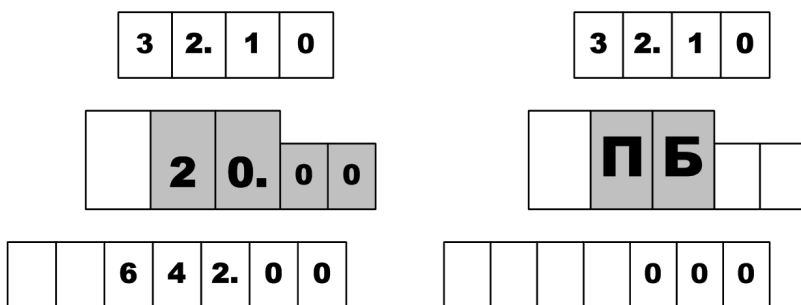

Рисунок 5
9.2 Для выдачи топлива необходимо задать дозу с системы управления. Когда устройство будет готово к отпуску топлива, в средней строке табло мигающими символами отобразится величина *заданной* дозы, а в случае отпуска "до полного бака" – символы "ПБ" (рисунок 5). Это дает клиенту удобный способ определить, когда можно начать заправку, а также убедиться, что задано именно то количество топлива, которое он заказывал. Для запуска налива необходимо снять раздаточный кран или подать команду "Пуск" с системы управления, после чего значения стоимости и объема на табло обнуляются. С этих пор на табло отображается *отпущенная* на текущий момент доза.